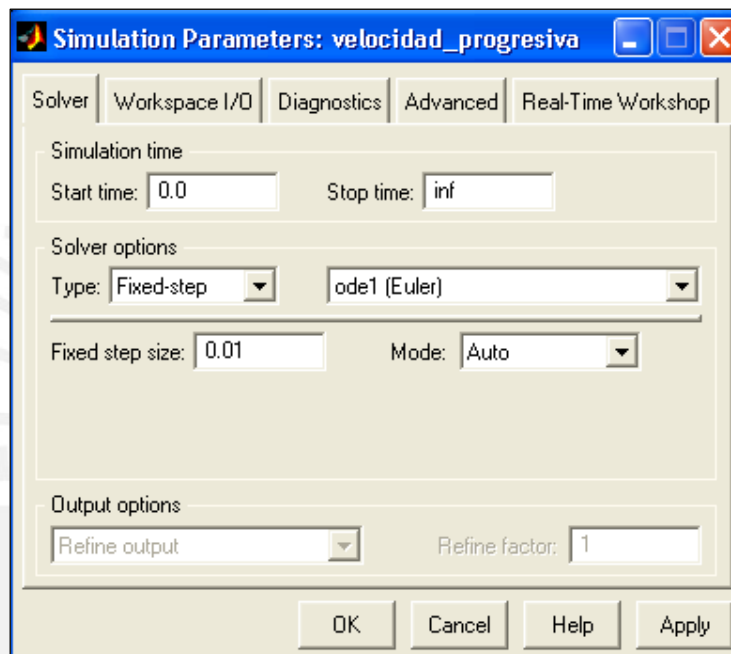

Fig. 2.6: Panel de configuración de parámetros
- Una vez obtenido el modelo, se debe cambiar algunos parámetros en la simulación. Para hacer esto, hacer clic de la barra de menú *Simulation* y abrir la ventana de *Simulation Parameters* como se observa en la Fig. 2.6: